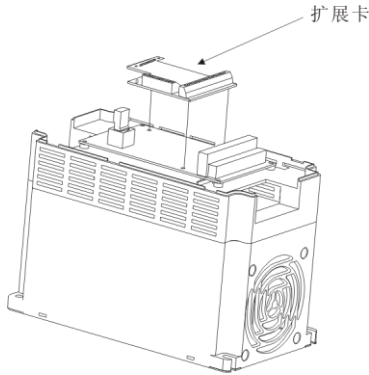

图 1 D60IO1 安装方式
1、安装方式，外观、接线端子功能说明分别见附录 B 图 1、表 1；